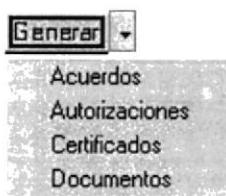

Figura 10.27 Opción de Generar
5. Se activará el menú de Generar el cual le permitirá Crear documentos, etc para elegir las opciones debe dar click en el botón de **Generar** (ver figura 10.27)